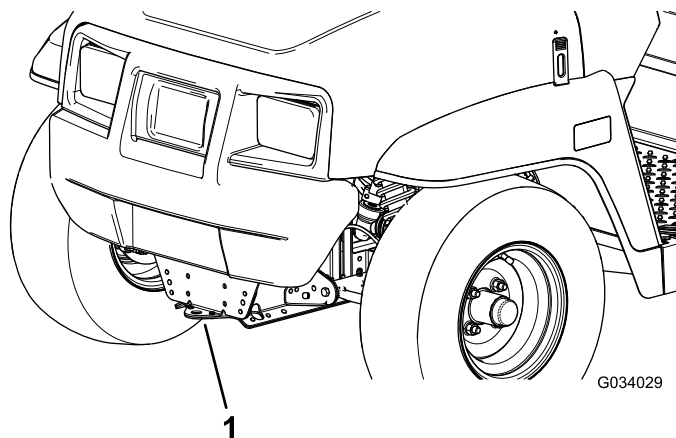
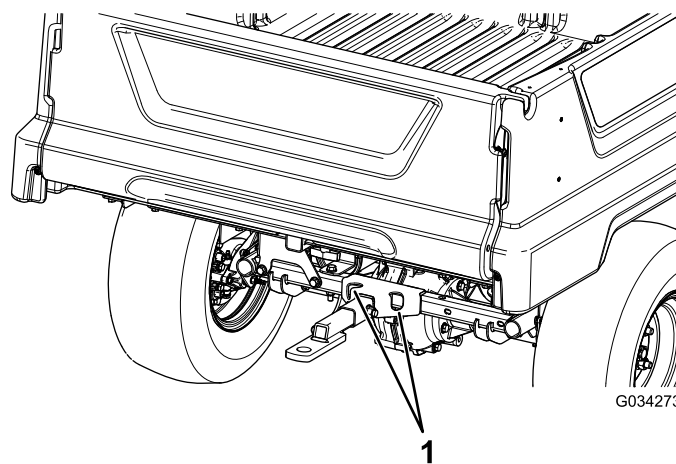

Bild 20
Bild 21
Befördern Sie die Maschine über lange Strecken auf einem Anhänger mit Rampen über die ganze Breite. Stellen Sie sicher, dass die Maschine auf dem Anhänger befestigt ist. In Bild 20 und Bild 21 finden Sie die Vergurtungsstellen der Maschine.
2. Befestigen Sie ein Abschleppseil an der Zunge vorne am Maschinenrahmen (Bild 20).